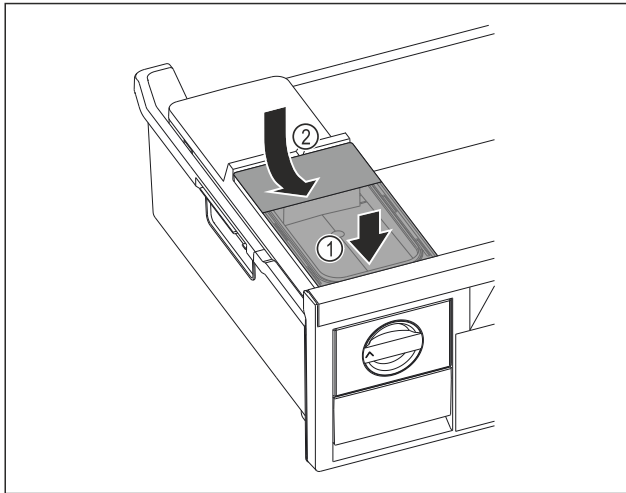

Fig. 68
- ▶ Nádržku na vodu nasadíte vpredu. Fig. 68 (1)
- ▶ Nádržka na vodu spustíte vzadu. Fig. 68 (2)